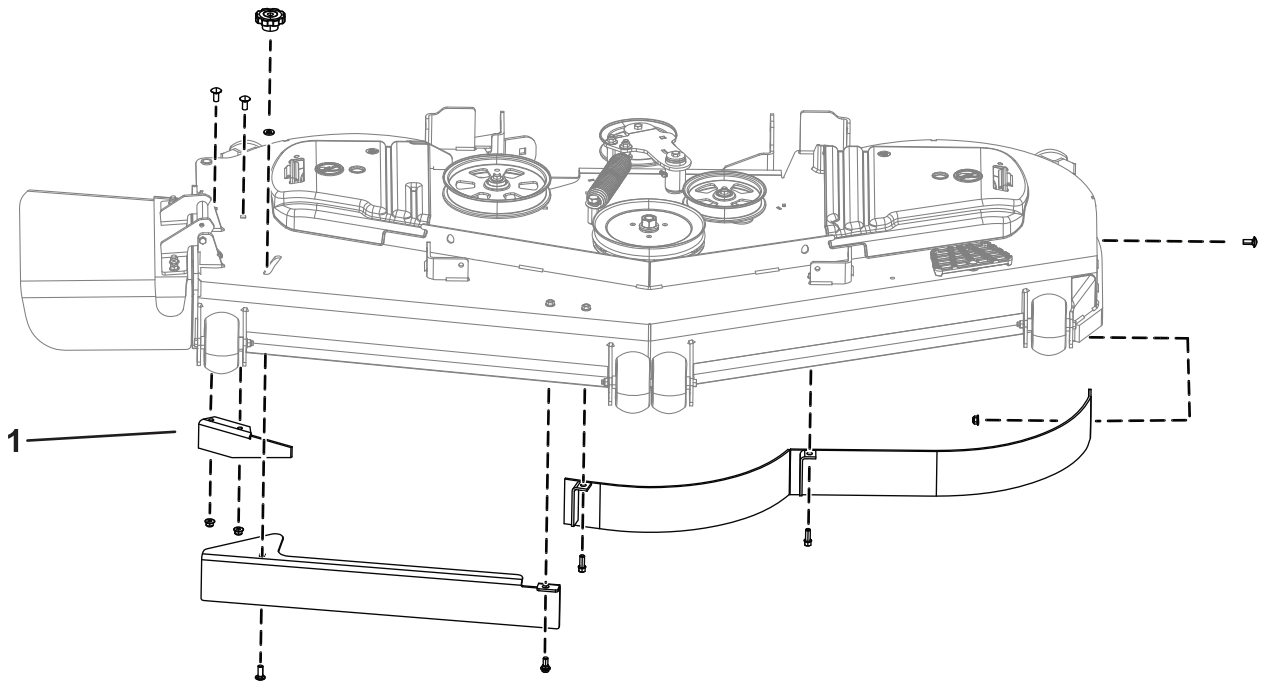

Figura 3
1. Retire las tuercas con arandela prensada que sujetan los deflectores en su sitio (**Figura 3**).
2. Retire el bloqueo de leva y la arandela desenroscándolos del deflector de flujo ajustable (**Figura 3**).
3. Retire los pernos que sujetan los deflectores en su sitio (**Figura 3**).
4. Después de retirar el deflector de descarga, vuelva a instalar las tuercas y los pernos en la carcasa de corte (**Figura 3**).